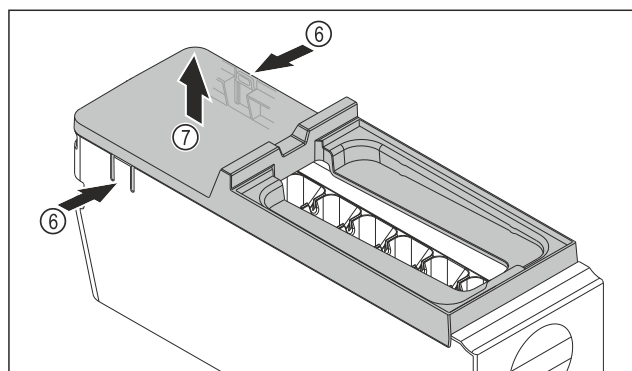

Fig. 178
- ▶ EasyTwist-Ice korpuso dangčio nuėmimas: paspauskite plokšteles Fig. 178 (6) abiejose EasyTwist-Ice korpuso pusėse ranka.
- ▶ Kita ranka nuimkite dangtį Fig. 178 (7) į viršų.